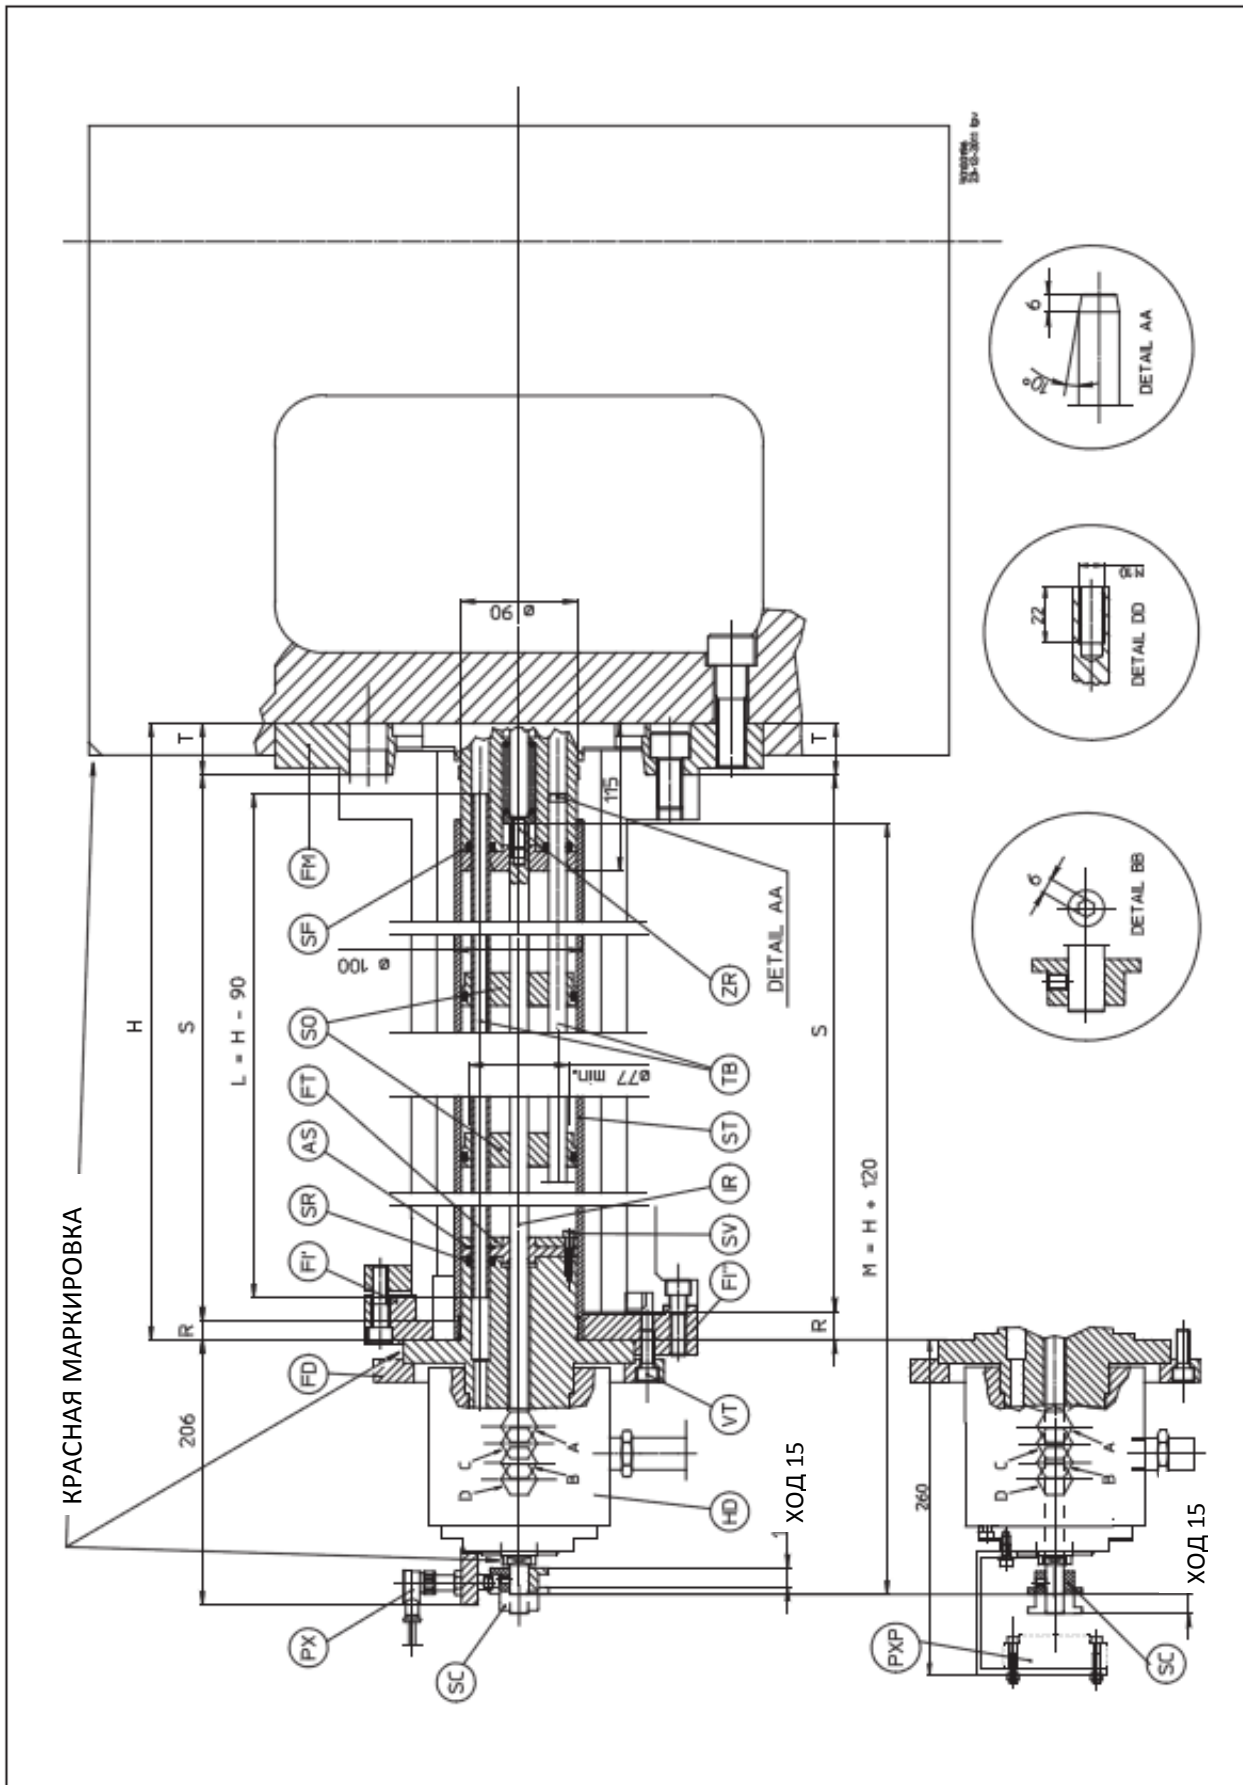

рисунок 3
3.3 Определите размер H как сумму $R+S+T$ (смотрите рисунок 3)
3.4 Определите длину L (смотрите рисунок 3) масляного трубопровода по формуле $L=H-90$.
3.5 Отрежьте трубы на длину L , закруглите переднюю часть как на детали чертежа «АА» и обточите острые углы (смотрите рисунок 3).
3.6 Определите длину M управляющего стержня IR индексного положения по формуле $M=H+120$ (смотрите рисунок 3).
Сделайте отверстие с резьбой $M10$ возле обрезанного конца стержня (смотрите рисунок 3 – деталь «DD»).
3.9 Установите фланец FI (смотрите рисунок 3), так чтобы он совмещался с формой шпинделя станка.
3.16 Теперь закрепите окончательно фланец FD, снова установите на задний конец шпинделя, используя фиксирующие винты VT. (Проверьте, что имеет место минимальный промежуток между F1 и FD, смотрите рисунок 3).
3.17 Введите управляющий стержень IR через коллектор и две опоры SO, затем ввинтите его полностью в резьбу M10 ZR, используя гаечный ключ и углубление на заднем конце стержня (смотрите рисунок 3 – деталь «BB»).